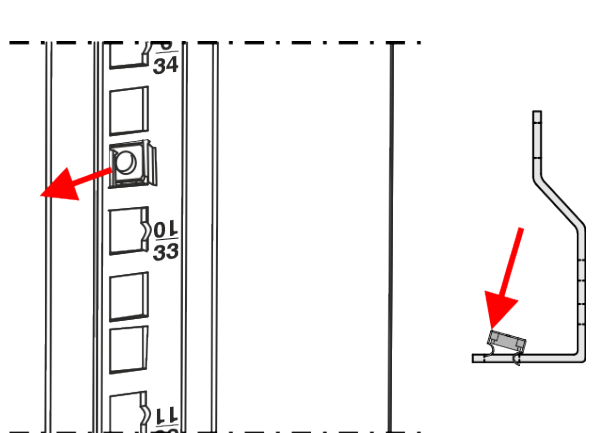
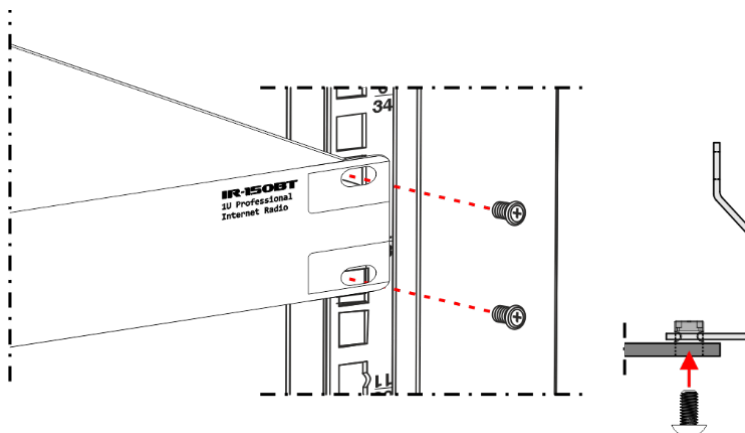

Fig. 45
Fig. 46
- 03) Premere l'altro lato del **dado a gabbia (L)** e spingerlo attraverso il foro, come mostrato nella Fig. 45.
- 04) Ripetere i passaggi 2-3 per installare gli altri 3 **dadi della gabbia (L)**.
- 05) Posizionare l'apparecchiatura davanti all'armadio nel punto in cui sono stati installati i 4 **dadi a gabbia (L)**. Assicurarsi che i fori di montaggio dell'apparecchiatura siano allineati con i **dadi della gabbia (L)**, come illustrato nella Fig. 46.
- 06) Con un cacciavite, montare l'apparecchiatura sulle **staffe verticali (G)** con 4 **viti (O)**.
- 07) Serrare le 4 **viti (O)** per assicurarsi che l'apparecchiatura non possa muoversi.